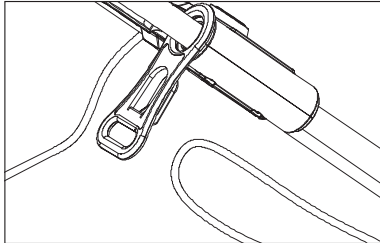

Fig. 5
1. Doublez la rallonge, environ 30 cm depuis l'extrémité et passez la boucle à travers le réducteur de tension de cordon [15] et accrochez la boucle au crochet. Tirez doucement sur le cordon pour vérifier qu'il est solidement fixé (Fig.5, 6).